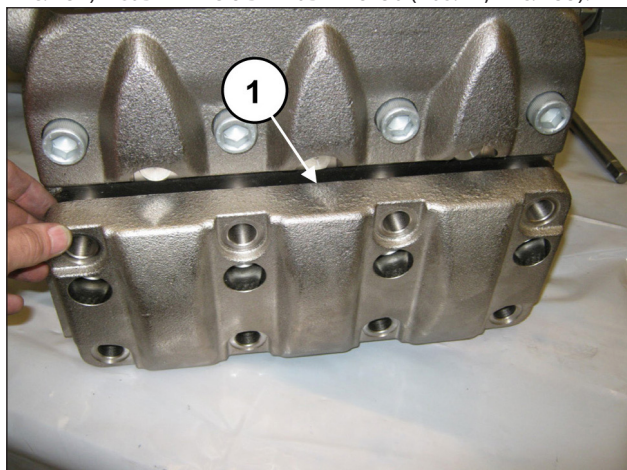
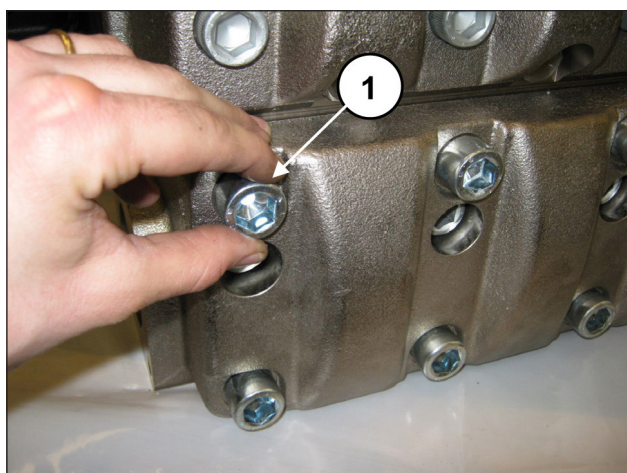

Рис. 154
Рис. 155
После завершения монтажа всасывающих клапанных узлов установите крышку всасывающих клапанов (поз. ①, Рис. 154) и закрутите 8 винтов M18x50 (поз. ①, Рис. 155).